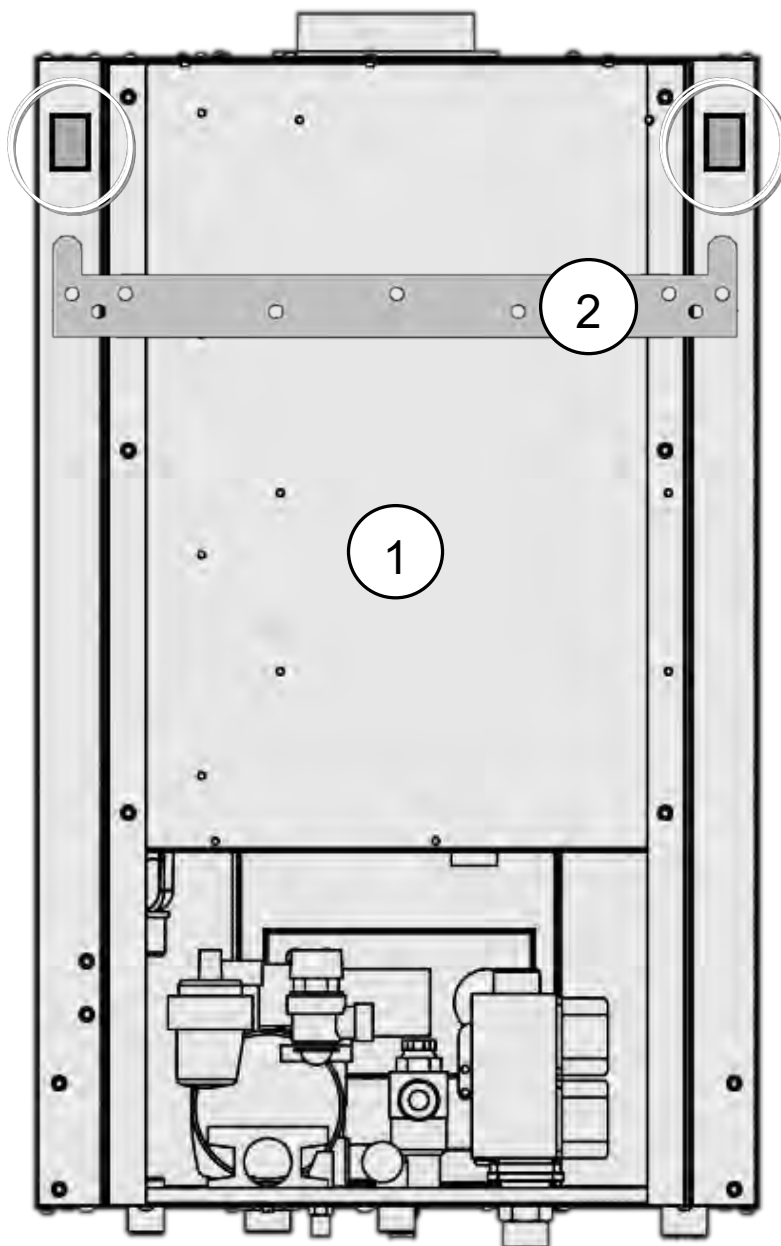

Рис. 16 Монтажные отверстия котла
- После крепления монтажной планки (кронштейна) на стене (несущей поверхности) навесить котел монтажными отверстиями на крюки монтажной планки (См. Рис. 16).